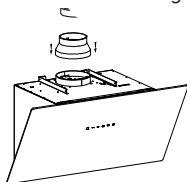

Afbeelding 2
3. Na beslist te hebben over de hoogte van de afzuigkap, meet de positie van de gaten om de kap op te hangen, alsook de binnenste schoorsteensteun. Boor 4 gaten van 8: 2 voor de binnenste schoorsteensteun en 2 andere om de kap op te hangen. Zorg ervoor dat deze laatste waterpas hangt. De positie van de binnenste schoorsteensteun stemt overeen met de plaats van de schoorsteen. Zie afbeelding 2.
4. Schroef twee schroeven van 4 x 30 mm in de muur met pluggen om de kap te bevestigen. Gebruik vervolgens twee schroeven van 4 x 40 mm om de binnenste schoorsteensteun te bevestigen. Zie afbeelding 2.